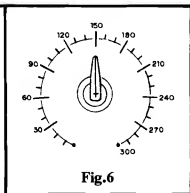

Fig. 6
- - Material para confecção de eventual escala graduada (ver fig. 6).
- FIG. 6 - ESCALA PARA O POTENCIÔMETRO (OPCIONAL) - Em aplicações nas quais diversos "pontos" específicos de Temperatura devam ser regulados e modificados de tempos em tempos, talvez seja conveniente dotar o TIIPP-2S do sugerido potenciômetro externo, e este de um **dial** ou escala graduada, a ser calibrada com o auxílio de um preciso termômetro... A figura dá uma sugestão genérica, na qual o Leitor pode se basear para a elaboração da sua escala específica...